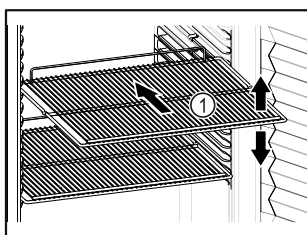

Fig. 59 Példaként szolgáló ábrázolás
- ❑ Ha a tárolófelületek Fig. 59 (1) áthelyezhetők, akkor igazítsa be őket a kívánt magasságnak megfelelően.